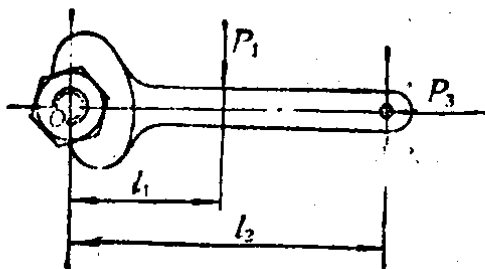

图 1-2
1. 图1-2所示是用扳手拧螺母。设 $P_1=P_2=P_3$ ，试分别说明 P_1 、 P_2 、 P_3 对螺母的作用效应。